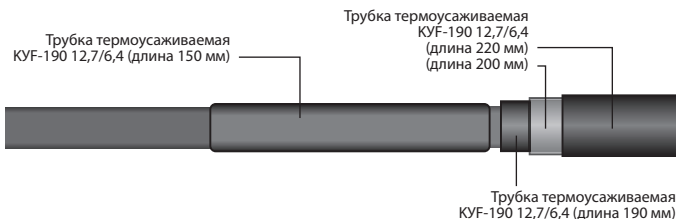

Рис. 18
7.8. На полученное соединение надеть термоусаживаемую трубку КУФ-190 12,7/6,4 длиной 150 мм (см. рис. 18) и термоусадить ее воздушным термопистолетом при температуре +350 °С в течении 2,5 мин.